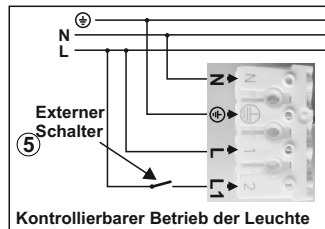

Abb. 5
4. Schließen Sie das Stromkabel an wie in Abb. 5 und 6 gezeigt wird. Gelb für Erdung, Blau Neutral, Braun Stromleiter und Schwarz für die Dauerschaltung. Das Schwarze Kabel kann man auch mit einem Außenschalter verbinden und so dann die Leuchte in Dauer- oder Bereitschaftsschaltung einstellen. Um eine ständige Dauerschaltung einzustellen, bitte Kabel **N**, **GND** und **L** anschließen und dann **L** mit **L1** überbrücken. **N**= Neutral, **GND**= Erdung, **L**= Stromleiter.